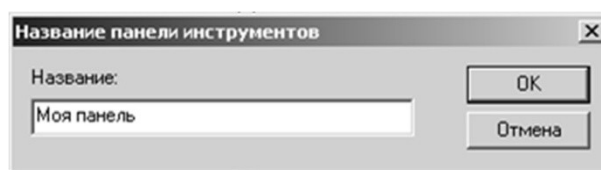

Рисунок 2.23 - Ввод имени новой панели
3. В появившемся диалоге введите название панели инструментов, например, Моя панель и нажмите кнопку ОК (рисунок 2.23). На экране появится новая панель инструментов.